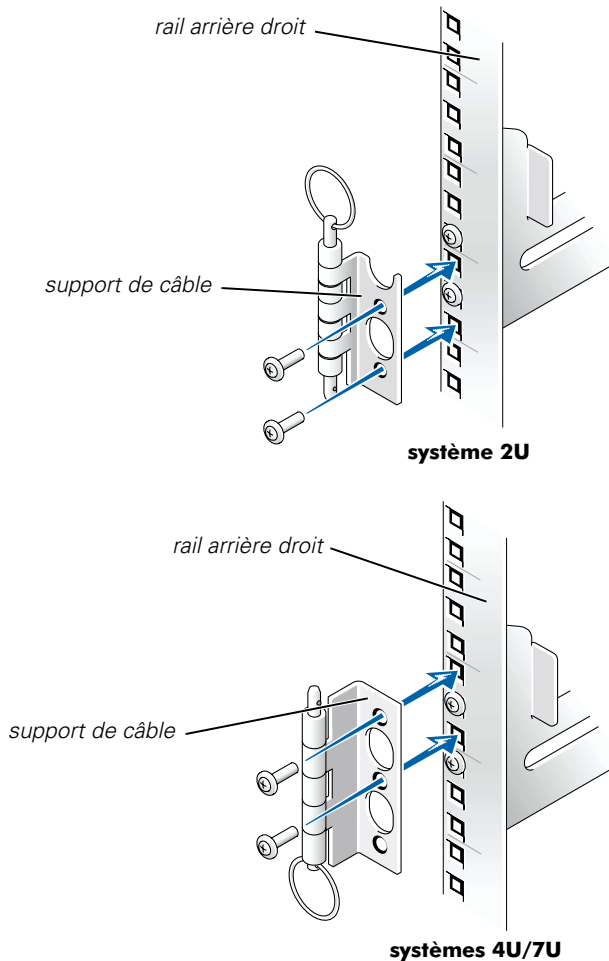

Figure 2-4. Fixation du support de câble au rack
2. Fixez le support de câble au rack à l'aide de deux vis Phillips (voir la Figure 2-4).